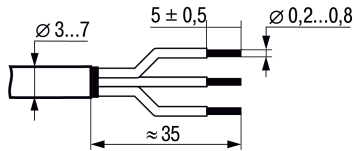

Рисунок 3 – Подготовка кабеля
**Подготовка кабеля к монтажу (см. рисунок 3):**